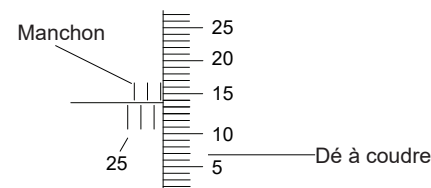

Fig.1
---Si la lecture est nulle (ou égale à la valeur normale de l'étalon de réglage), le micromètre est prêt à mesurer. S'il y a un écart, insérer la clé dans le trou du côté opposé à la ligne d'index, et tourner le manchon (Fig.1) pour aligner la ligne d'index avec la ligne de graduation zéro du dé à coudre.